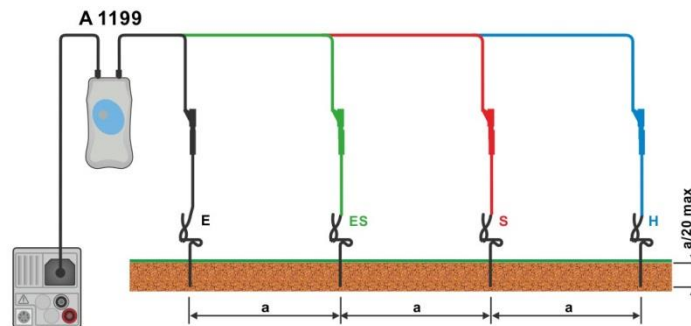

Abbildung 7.56: Spezifische Erdwiderstandsmessung
- › Schließen Sie die Prüfleitungen an den Erdsonden an, siehe **Abbildung 7.56**